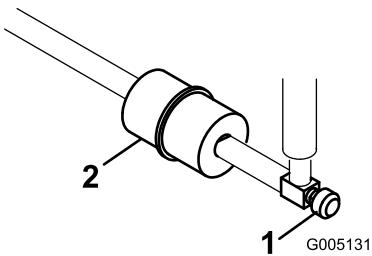

Figura 46
Nei tubi di alimentazione, tra il serbatoio del carburante ed il carburatore, è incorporato un filtro in linea (Figura 46).
1. Chiudete la valvola di intercettazione del carburante, allentate la fascetta stringitubo dal lato carburatore e rimuovete il tubo di alimentazione dal filtro (Figura 46).
2. Collocate una bacinella di spurgo sotto il filtro, allentate la restante fascetta stringitubo e rimuovete il filtro (Figura 46).